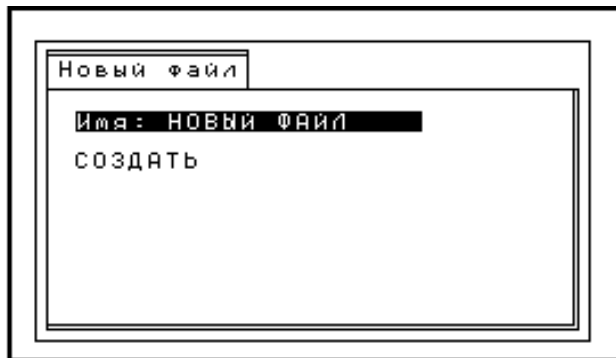

Рис. 4.12. Вид экрана УДТ-40 при сохранении результатов В-сканирования.
**Шаг 3.** Нажмите клавишу . Прибор перейдет в режим создания нового файла, аналогично рис. 4.2. На рис. 4.12 изображен соответствующий вид экрана прибора. Он отличается от экрана на рис. 4.2. отсутствием параметров размерности файла.